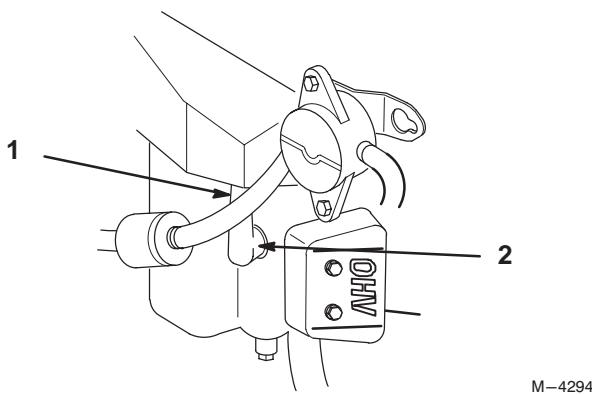

Bild 45
2. Ziehen Sie den/die Kerzenstecker von der(n) Zündkerze(n) (Bild 45). Reinigen Sie jetzt den Bereich um die Zündkerze(n), um zu verhindern, dass Schmutz in den Motor fallen und Schäden verursachen kann.
3. Drücken Sie den/die Kerzenstecker auf die Zündkerze(n) auf (Bild 45).